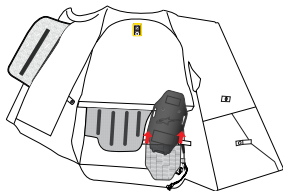

Abbildung 13
3. Nehmen Sie das Inflatorgehäuse (4) aus seiner Tasche, indem Sie die beiden Klettverschlüsse öffnen (Abbildung 13).